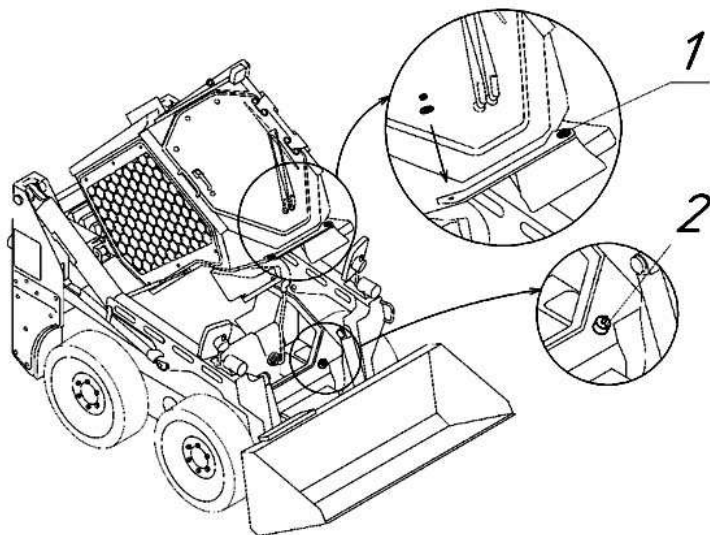

Рисунок 8.2 Опрокидывание кабины
- отвинтить гайки 1 (см. рис. 8.2);